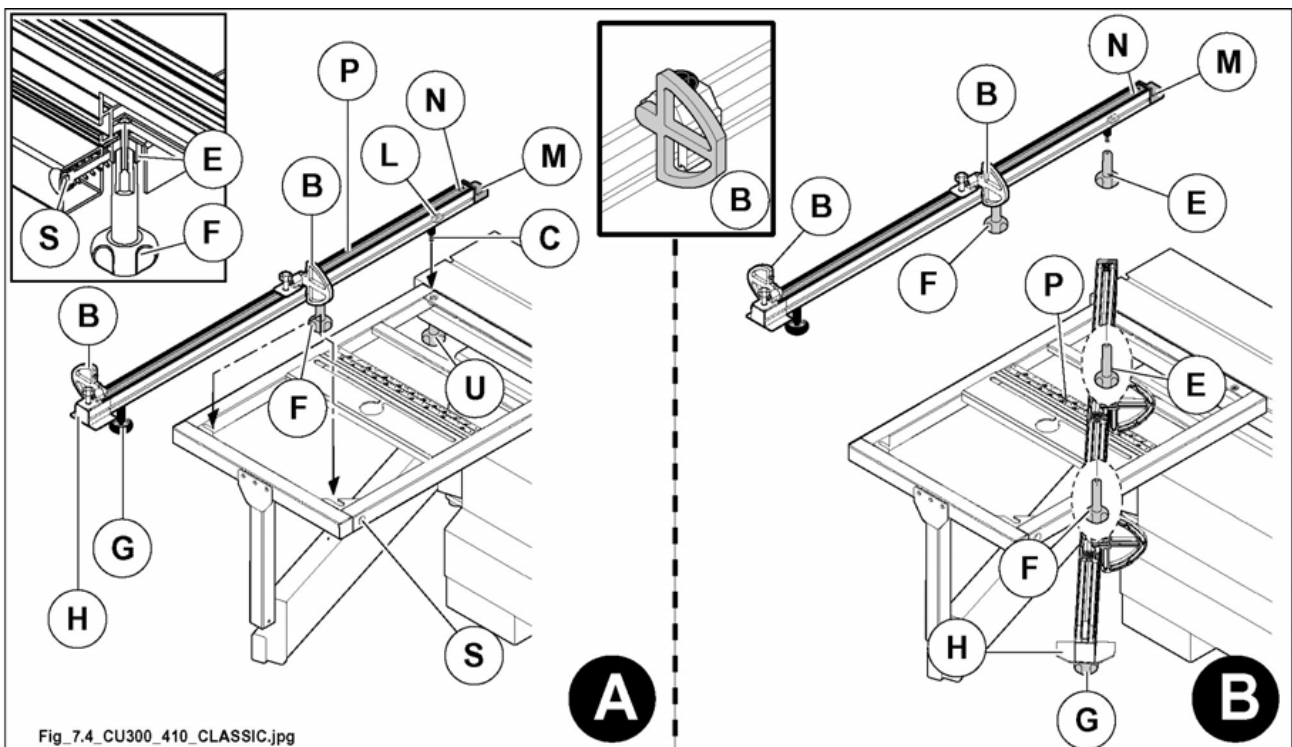

Abb. 7.4
- Das Teleskoplineal so positionieren, dass der Stift (C Abb. 7.4) an der Stelleiste (L Abb. 7.4) anschlägt; die Stelleiste (L Abb. 7.4) ist von unseren Technikern eingestellt und dient zur schnellen Positionierung der Teleskopschiene im richtigen Abstand zum Sägeblatt (nur in 90°- Position).
- Das Teleskoplineal so positionieren, dass der Stift (E Abb. 7.4) an die Vorrichtung (S Abb. 7.4) anlegen.
- Kugelgriffe (F Abb. 7.4) und (U Abb. 7.4) anziehen.
- Zum Gebrauch positionieren Sie den Anschlag (B Abb. 7.4) auf dem Schild (P Abb. 7.4) aufzulegen.
- Zum Gebrauch ist die Schiene gemäß den Angaben auf dem Schild (P Abb. 7.4) aufzulegen; Kugelgriffe (F Abb. 7.4) und (E Abb. 7.4) anziehen.
Das Lineal weist einen Teleskopauszug (H Abb. 7.4) auf, der falls erforderlich nach dem Lösen des Knaufes (G Abb. 7.4) ausgezogen werden kann.
Wenn der Splitterschutz (M Abb. 7.4) abgenutzt ist, ist er durch Lockern der Schrauben (N Abb. 7.4) an das Sägeblatt heranzuführen.
Das Teleskoplineal wird mit den Anschlägen (B Abb. 7.4) geliefert. Diese können rasch für Bearbeitungen mit Anlehnen oder mit Schub positioniert werden, indem man sie einfach umdreht.